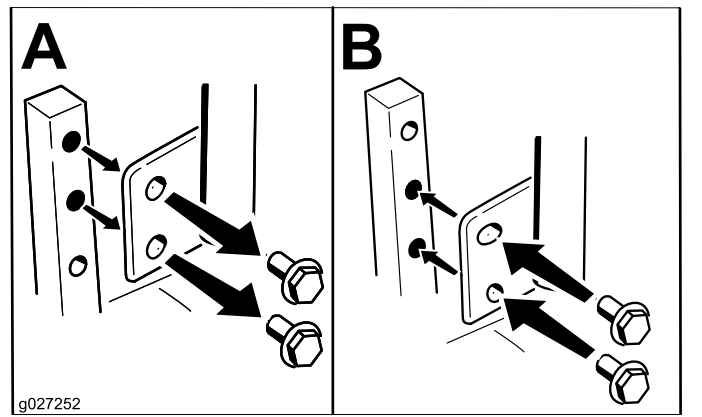

Figura 11
Las palancas de control de movimiento pueden ser ajustadas hacia arriba o hacia abajo para que su manejo sea más cómodo (Figura 11).
2. Afloje el perno inferior lo suficiente para poder desplazar hacia adelante o hacia atrás la palanca de control (Figura 11).